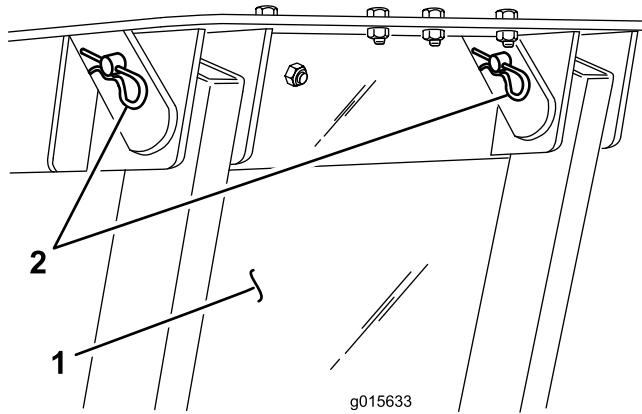

Figura 20
4. Fissate la tramoggia al telaio con 2 perni di montaggio saldati e coppiglie (Figura 20).
- Fate scorrere il gruppo della tramoggia (coperchio della tramoggia verso la parte posteriore) nel telaio laterale, allineando contemporaneamente i fori di fissaggio nella tramoggia ai fori nel telaio (Figura 20).